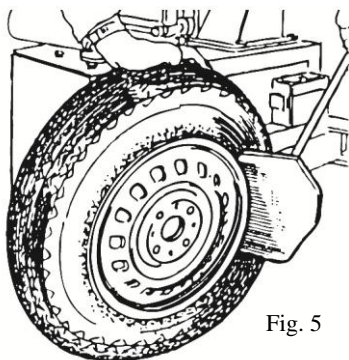

Fig. 5
- Abra el brazo de presionado manualmente presionándolo hacia fuera, coloque la rueda contra el amortiguador de goma. Coloque la pala contra el talón a 10 mm del borde de la llanta (véase fig. 5)